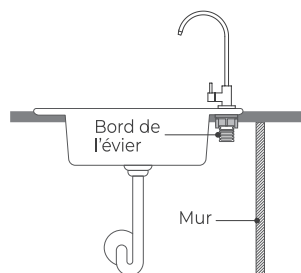

Figure 4
**a.** Choisissez un emplacement approprié pour installer le robinet et laissez suffisamment d'espace pour la rondelle de montage afin d'éviter le contact avec le mur ou l'évier **(Figure 4)**.